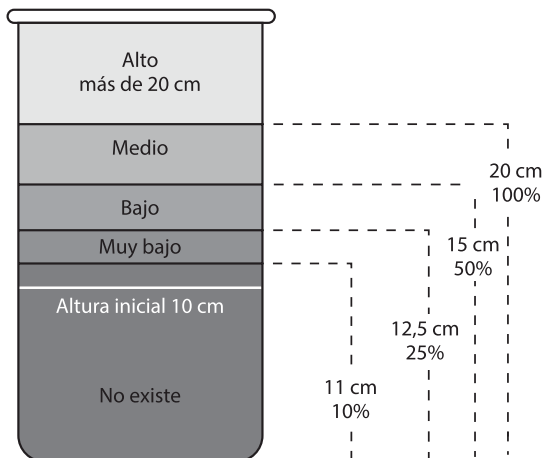

Fig. 1
E. Finalmente, mida la altura final que alcanza el volumen de tierra y compare con la ilustración (Fig. 1).